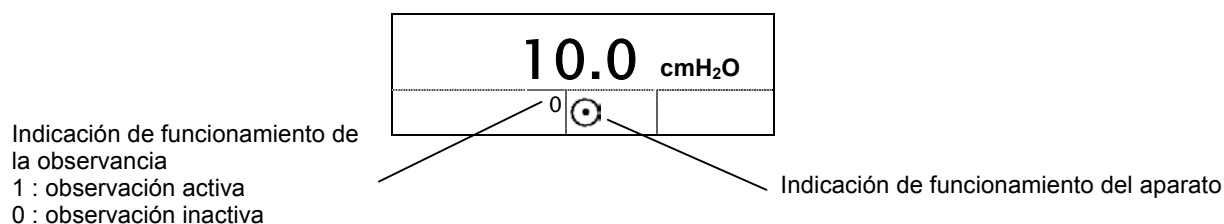

Figura 9 – Vista de la pantalla de visualización cuando el aparato está en funcionamiento
2. Ponga en funcionamiento el aparato pulsando el botón de puesta en marcha/vigilia . **Respire con normalidad.** La pantalla presenta la presión disponible en la mascarilla así como un indicador que señala el funcionamiento del aparato (vea la Figura 9 – Vista de la pantalla de visualización cuando el aparato está en funcionamiento).